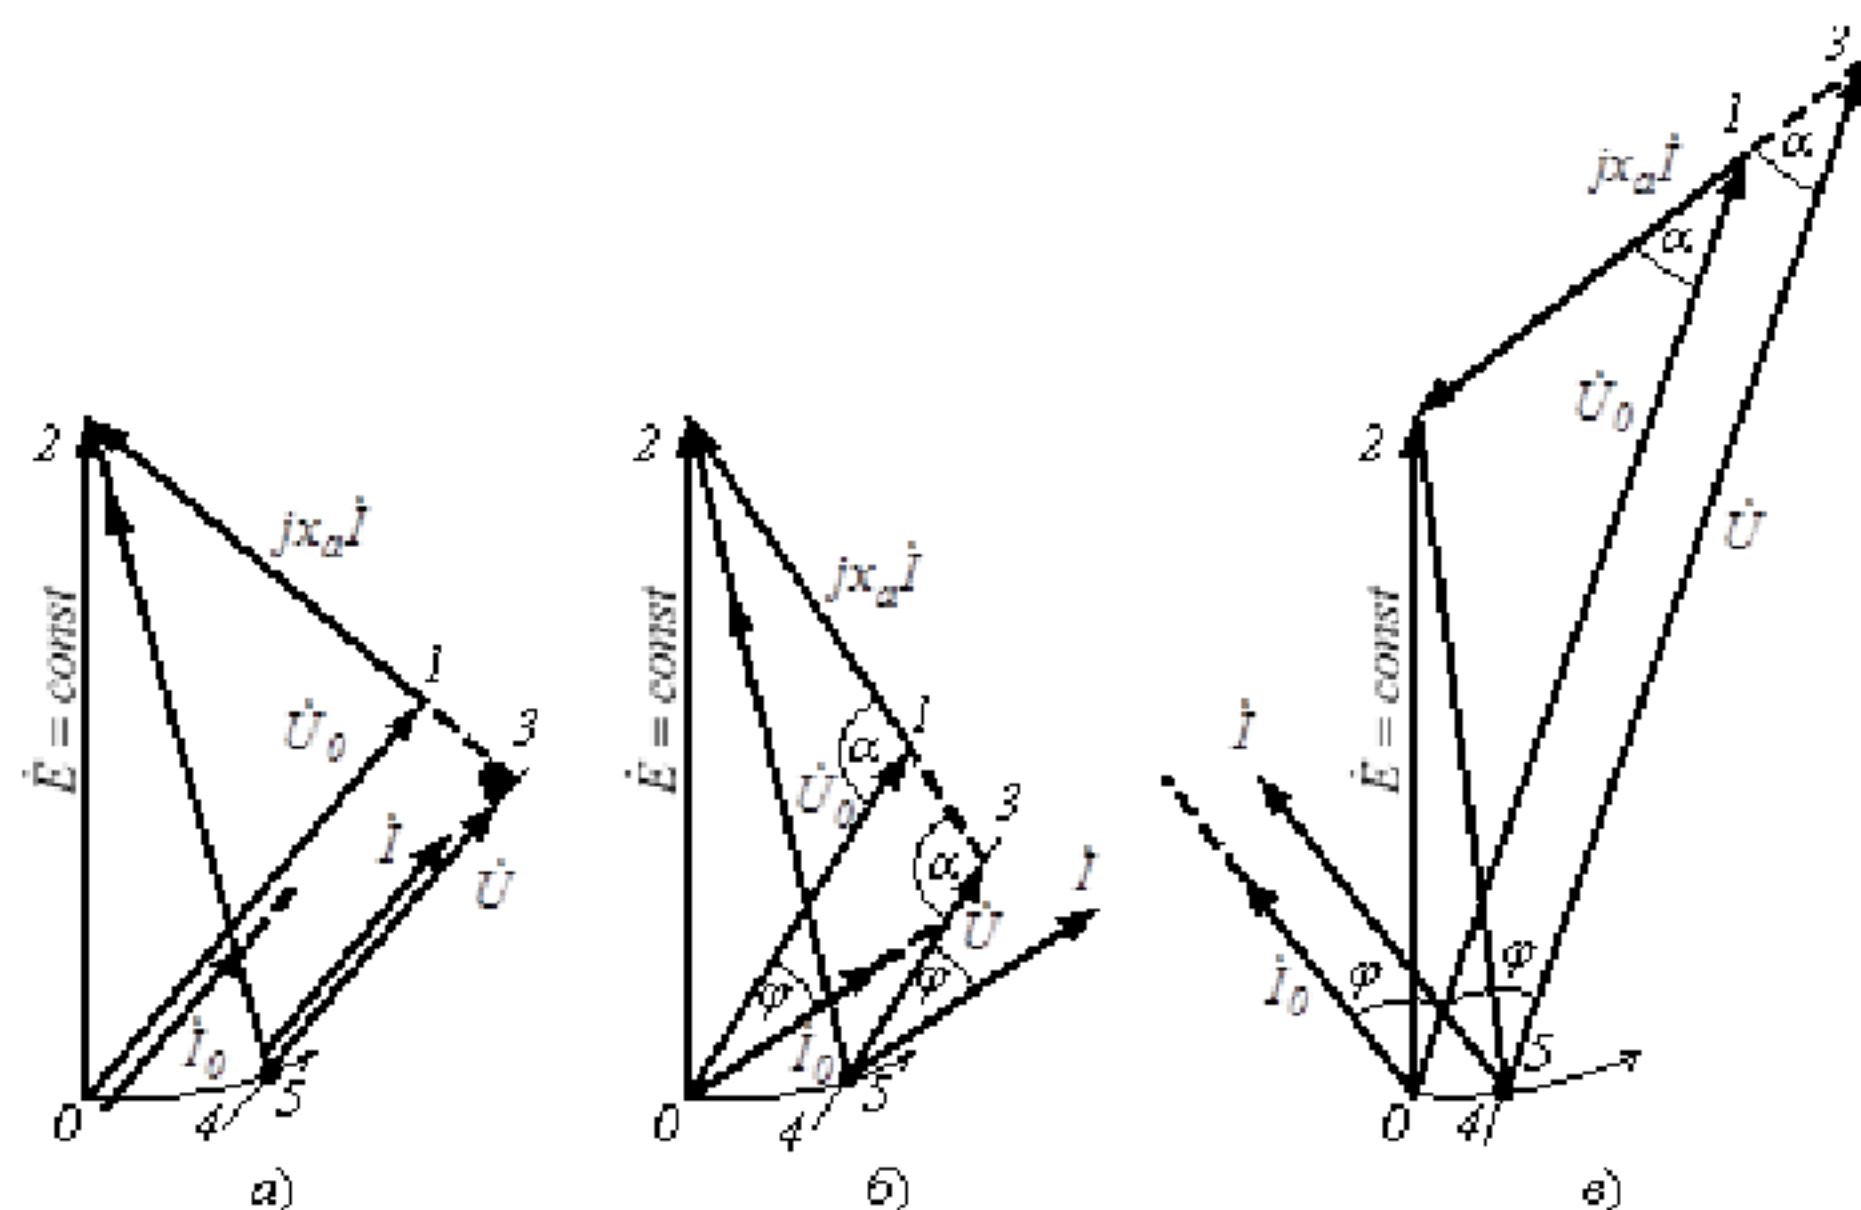

Рисунок 5.1- Векторные диаграммы для расчета внешних характеристик при активной (а), активно-индуктивности (б) и активно-емкостной (в) нагрузкой
Для определения вида графика внешней характеристики используем построения по упрощенной векторной диаграмме неявнополюсного СГ. Рассмотрим работу СГ на активную (R), активно-индуктивную (RL) и активно-емкостную (RC) нагрузку (рис.5.1).
Нагрузка СТ активно-индуктивная, напряжение на нагрузке опережает ток в ней на угол $\varphi > 0$ (рис.5.1,б).
Нагрузка СТ активно-емкостная, напряжение на нагрузке отстает от тока в ней на угол $\varphi < 0$ (рис.5.1,в).
Из общего анализа векторных диаграмм на рис.5.1 следует: